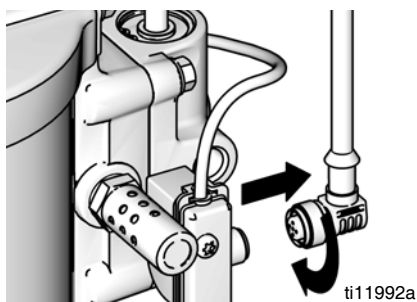

FIG. 33. Scollegare DataTrak
1. Svitare il cavo dal retro del gruppo interruttore a lame. Vedere FIG. 33.